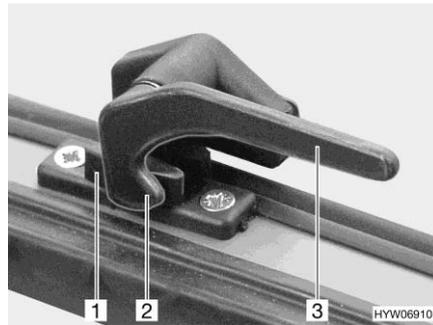

Fig. 53 Palanca de bloqueo (posición "cerrada")
- Girar la palanca de bloqueo (Fig. 53,3) un cuarto de vuelta hacia la mitad de la ventana.
- Girar la palanca de bloqueo (Fig. 53,3) un cuarto de vuelta hacia el marco de la ventana. El saliente de bloqueo (Fig. 53,2) se encuentra en la cara interior del bloqueo de la ventana (Fig. 53,1).
- En la posición "cerrada fijamente" (Fig. 53).